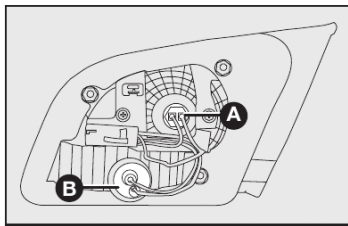

fig. 38
A-fig. 38: Luz de posição traseira.
B-fig. 38: Luz de marcha a ré.
2) Para substituir a lâmpada da luz de posição, puxar o porta-lâmpada **A-fig. 38** e puxar a lâmpada fixada a pressão. Em seguida, substituir a lâmpada e recolocar o porta-lâmpada.
3) Para substituir a lâmpada da luz de marcha a ré, girar no sentido anti-horário o porta-lâmpada **B-fig. 38** e puxar a lâmpada fixada a pressão. Em seguida, substituir a lâmpada e recolocar o porta-lâmpada, girando-o no sentido horário.